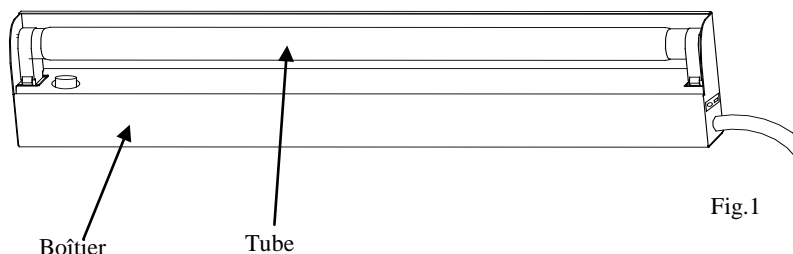

Fig.1
- In order to install the lamp, disconnect from main power supply first. Gently twist fluorescent lamp counter clockwise to remove (fig.1). Replace lamp. Only use the appropriately rated lamp as use of any other lamp may cause the unit to be non-operational.
- Avant de retirer le tube usage, débranchez la réglette du secteur. Tournez le tube doucement dans le sens contraire des aiguilles d'une montre (fig. 1). Remplacez le tube. Utilisez uniquement un tube présentant les mêmes caractéristiques techniques car l'utilisation d'un tube différent peut endommager définitivement la réglette.